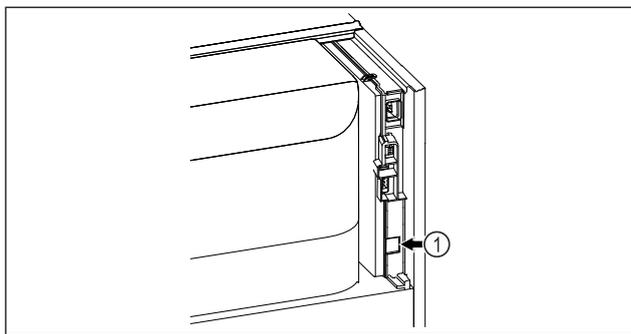

Fig. 183
- Το SmartModule Fig. 183 (1) είναι τοποθετημένο.